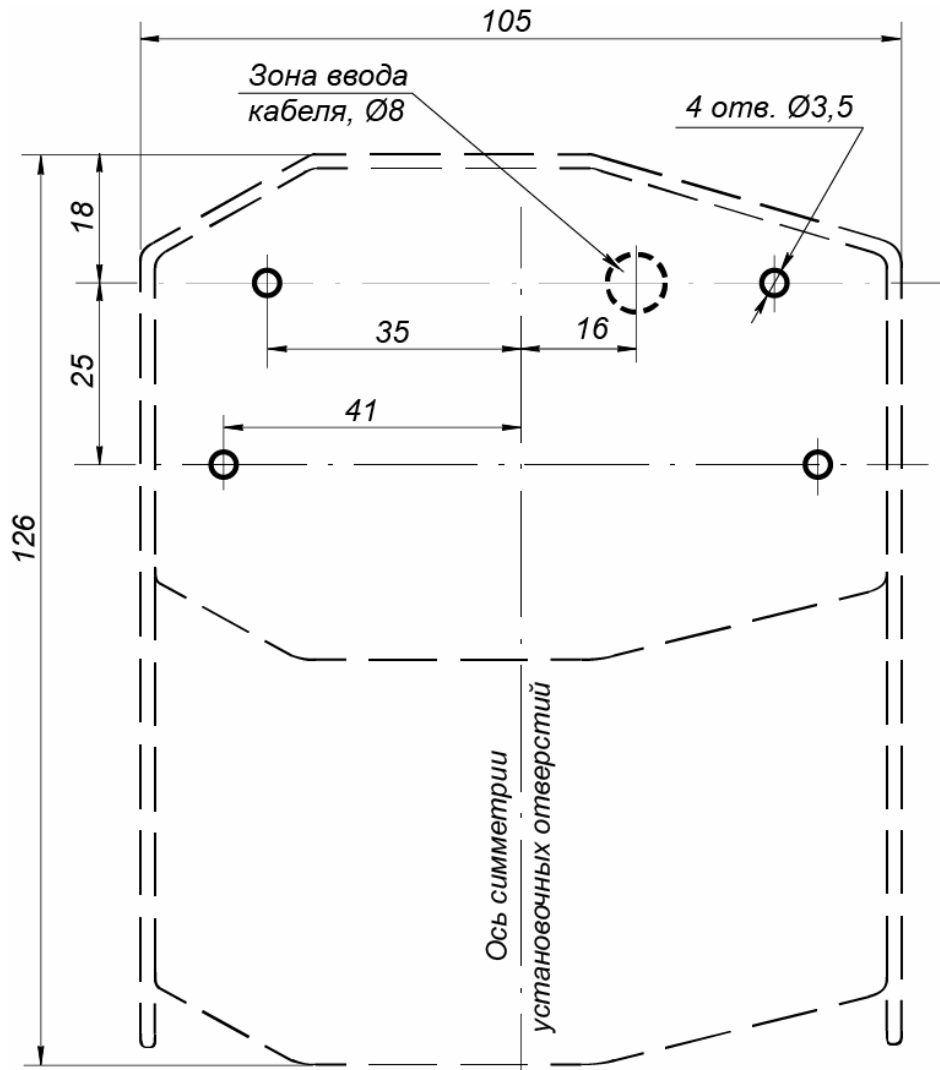
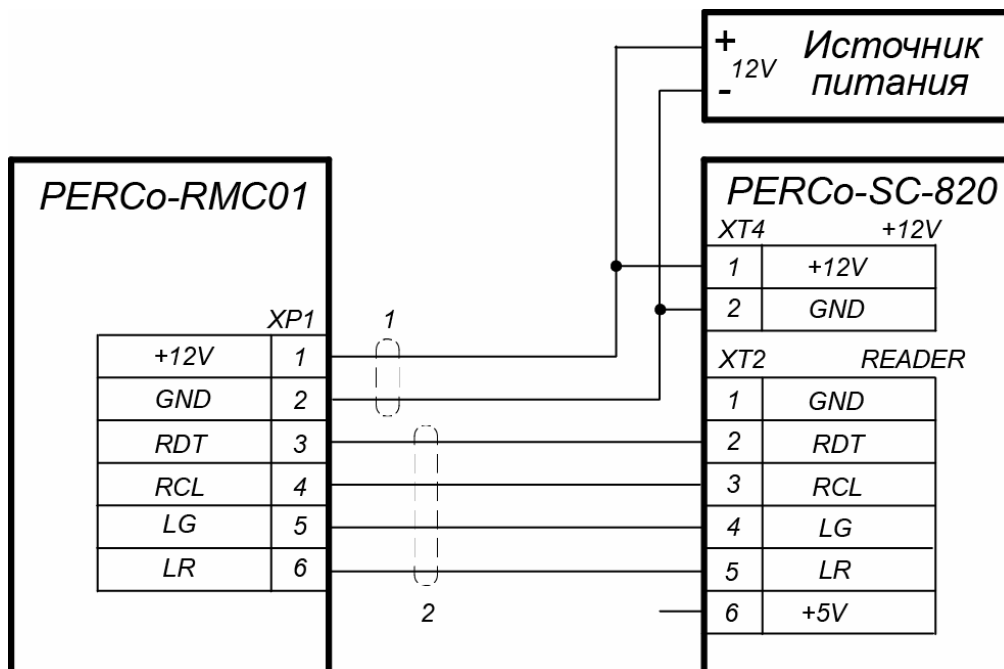

Рисунок 3. Схема разметки отверстий для монтажа считывателя
Рисунок 4. Схема подключения считывателя к контроллеру PERCo-SC-8201
- 5 Произведите разметку и разделку отверстий на установочной поверхности для крепления считывателя и проводки кабеля к нему. Схема разметки приведена на рис. 3.
- 8 Открутите ключом из комплекта поставки четыре винта (5), крепящие крышку считывателя (2). Осторожно потянув вверх, снимите крышку считывателя.
- 11 Подключите кабели к клеммной колодке **XP1** платы считывателя. Схема подключения считывателя к контроллеру приведена на рис. 4.